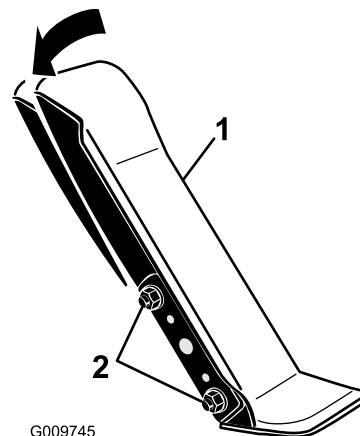

Figura 68
1. Allentare i 2 dadi e bulloni che fissano il lato sinistro del pedale di trazione alla staffa (Figura 68).
2. Inclinate il pedale nell'angolazione desiderata e stringete i dadi (Figura 68).